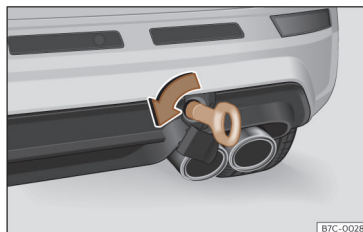

Fig. 186 En el lado derecho del paragolpes trasero: argolla de remolque enroscada.
- Enrosque la argolla de remolque en el alojamiento girándola al máximo **en el sentido contrario al de las agujas del reloj** >>> **fig. 186**, >>> ⓘ. Utilice un objeto adecuado con el que pueda enroscar completa y firmemente la argolla de remolque en su alojamiento.